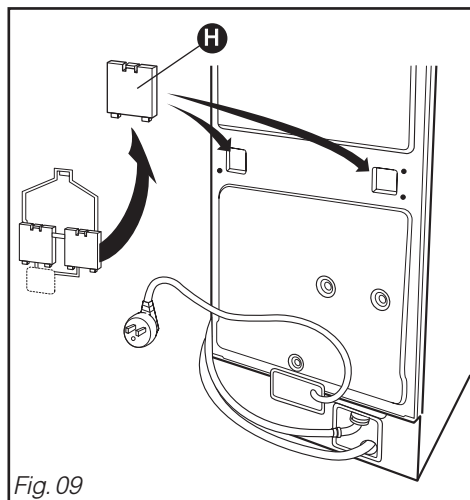

Fig. 09
– Bouchez les trous laissés par la bride à l'aide des 2 caches restants **H** (Fig. 09) et revissez les 4 vis **E** à leur emplacement d'origine dans la carrosserie.